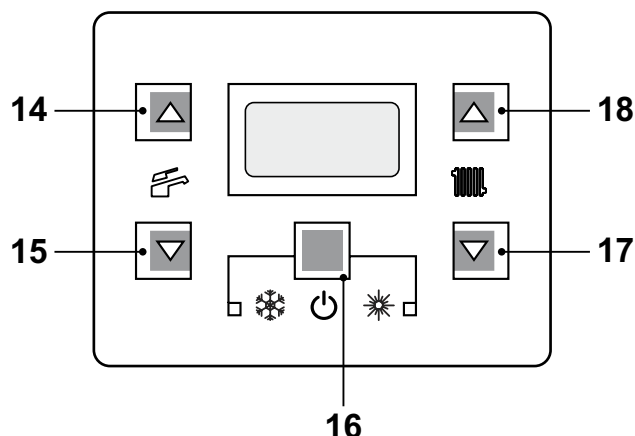
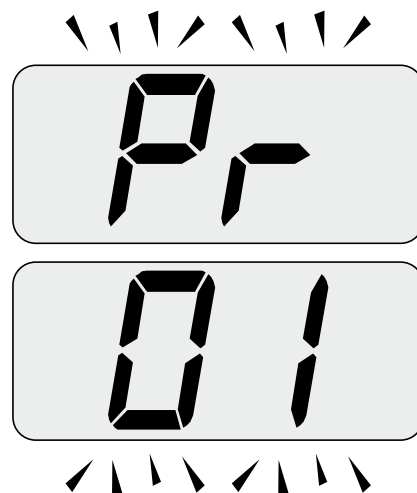
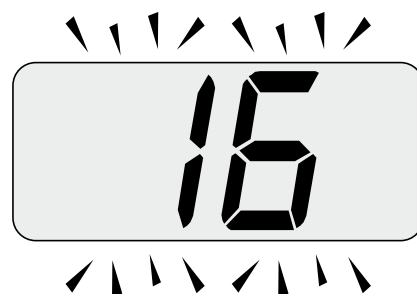

Figura 9.20
Figura 9.21
Figura 9.22
mendo contemporaneamente per 10 secondi i tasti 16 - 17 - 18 (Figura 9.20) fino a far apparire sul display LCD le lettere **Pr** che si alternano con il codice **01** indicanti l'entrata nel "parametro 01"(Figura 9.21).
- Premere contemporaneamente i tasti 16 e 18 (Figura 9.20) fino a far apparire sul display LCD il valore del parametro 01 (Figura 9.22) (16=KONDENS N 25 B o 17=KONDENS N 30 B).
- Premendo contemporaneamente i tasti 16 e 17 (Figura 9.20) si esce senza modificare il valore (ritorno alla lista parametri Figura 9.21)
- Premendo contemporaneamente per 10 secondi i tasti 16 - 17 - 18 (Figura 9.20) si esce dalla "modalità programmazione".